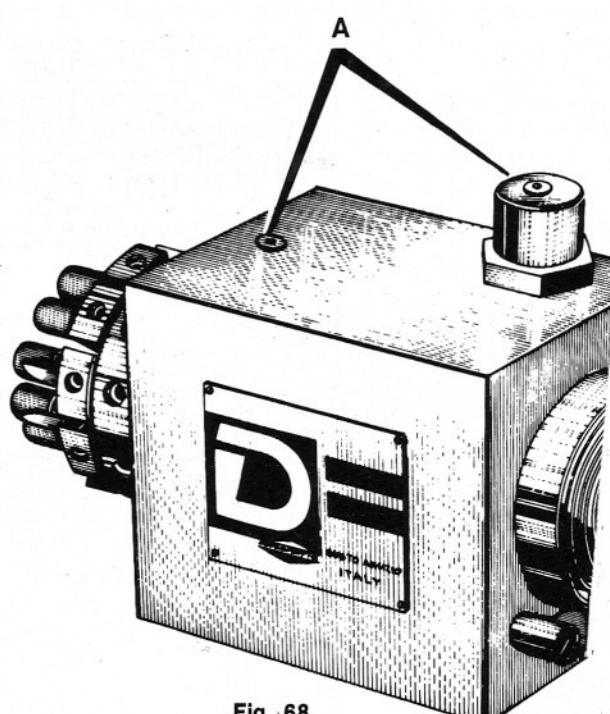

Fig. 68
**Toutes les 500 heures graisser les points A - Fig. 68**